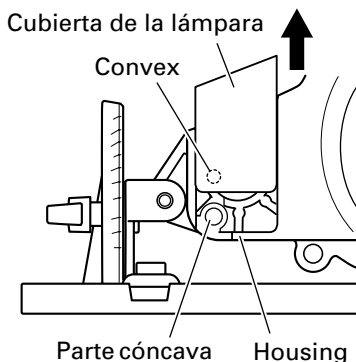

Fig. 22 (Vista lateral)
- (1) Extraiga la parte convexa de la cubierta de la lámpara de la parte cóncava de la carcasa, y después tire de la cubierta de la lámpara en el sentido indicado por la flecha, como se muestra en la Fig. 22.